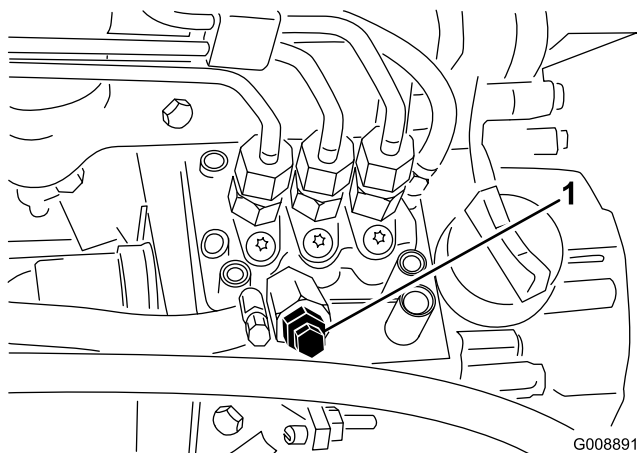

図 25
3. 燃料噴射ポンプについているエア抜きネジ（図 25）をゆるめる。